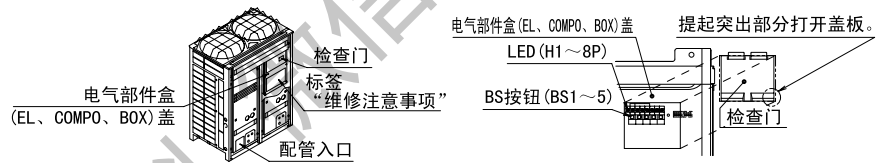
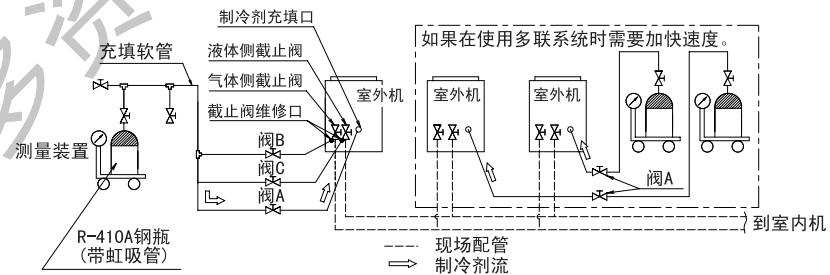

图3
图4
4. 请按照第 81 页中所示的 [制冷剂充填操作步骤] 进行制冷剂充填操作, 充填“追加充填量”的剩余制冷剂。进行制冷剂充填操作时, 使用室外机 (多联系统主机的情况下) 的 P 板 (AIP) 上的 BS 按钮。(请参见图 3) 此外, 通过阀 A 从制冷剂充填口充填制冷剂。(请参见图 4)
室外温度为 30℃ DB 的情况下 1 小时大约可以充填 22kg 的制冷剂 (0℃ DB 的情况下 6kg)。如果在使用多联系统时需要加快充填速度, 如图 4 所示将制冷剂钢瓶连接至各室外机。
(1) 打开液体侧和气体侧截止阀（必须关闭阀 A ~ C。阀 A ~ C 指的是图 4 中的阀。）